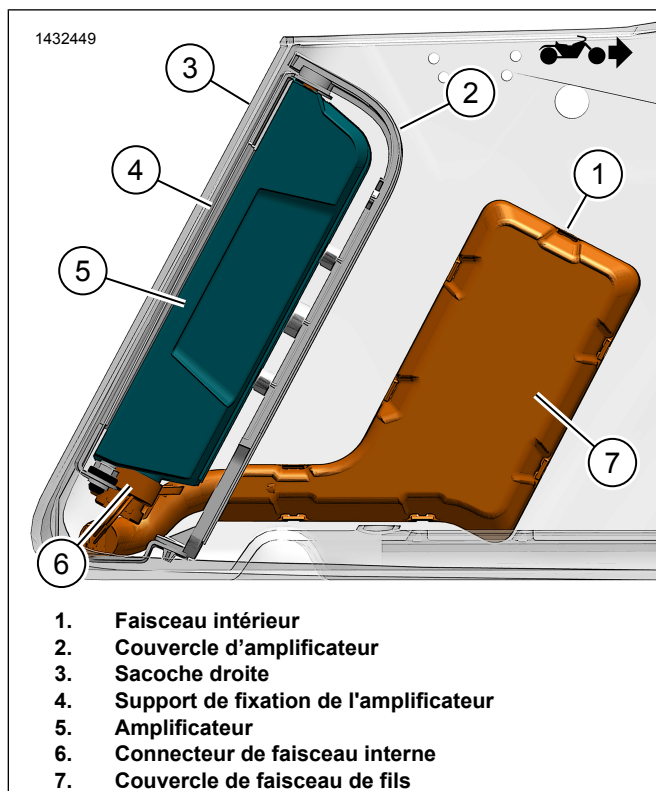
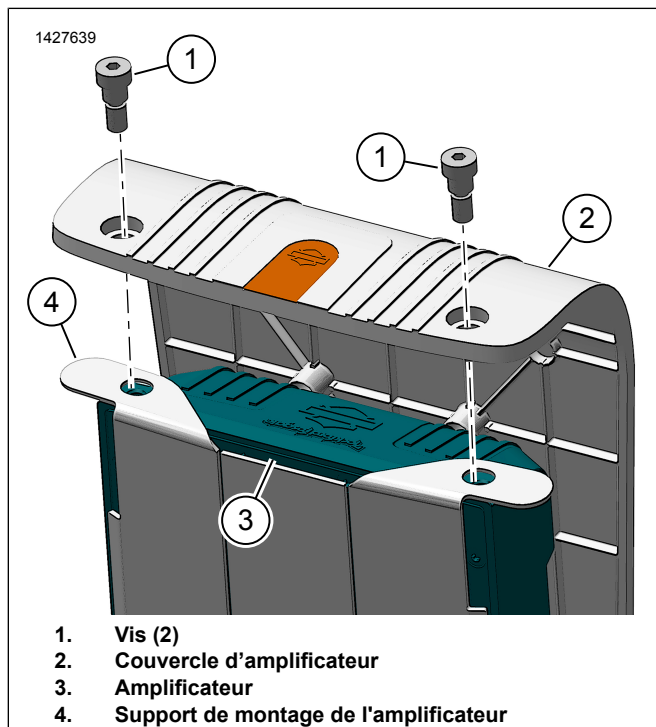

Figure 15. Faisceau de sacoche avec amplificateur
Figure 16. Couvercle d'amplificateur
7. Figure 15 Installer l'amplificateur (5) sur le support de montage (4).
8. Monter le couvercle de l'amplificateur (2).
9. Figure 16 Installer les vis (1). Serrer.